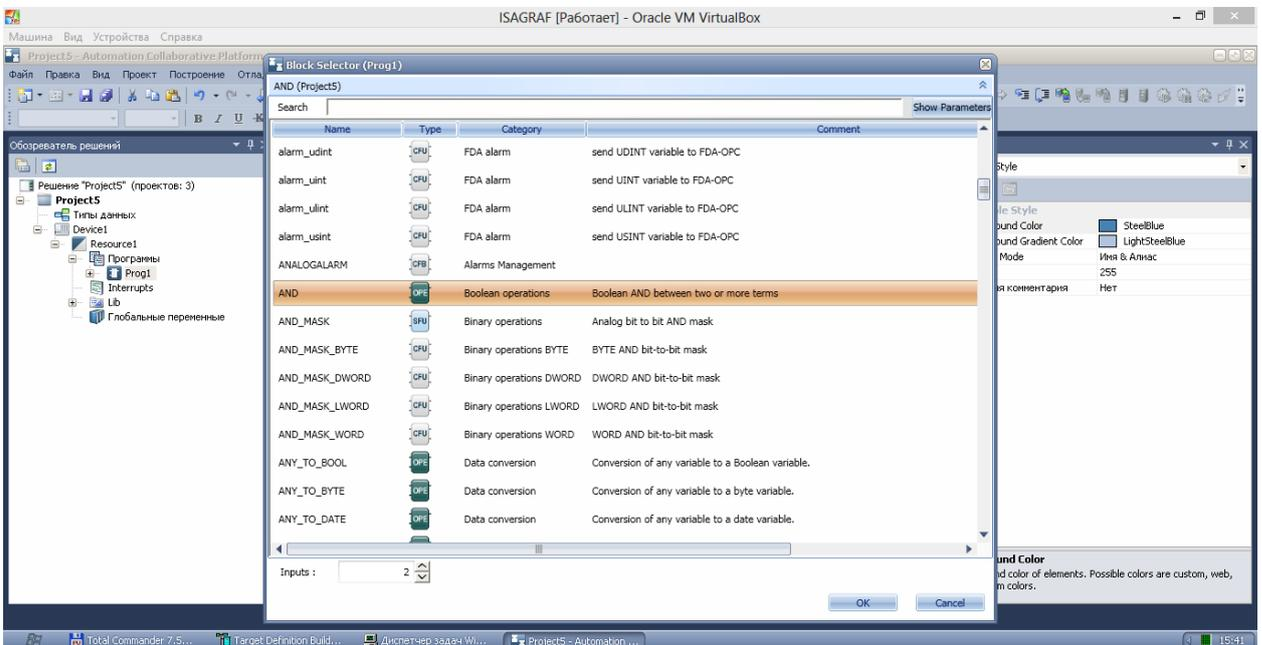

Рисунок 10. Создание функционального блока.
11) Добавим функциональный блок «AND» (пинктаграммка с названием «Блок»), таким же образом, как и переменные (рисунок 10).